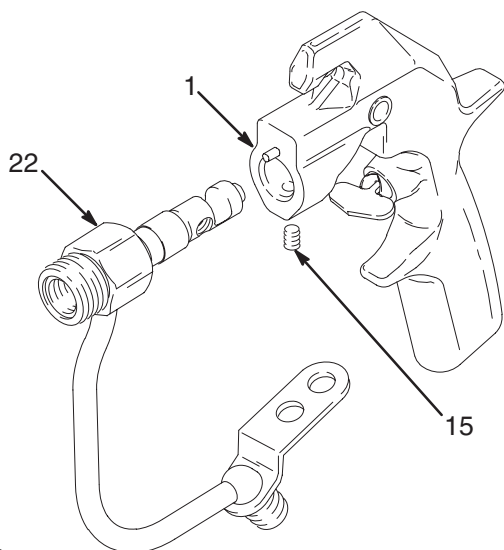

Fig. 10
- Afloje el tornillo de fijación (15). Retire el alojamiento de fluido (22) del cuerpo de la pistola (1). Vea la Fig. 10.